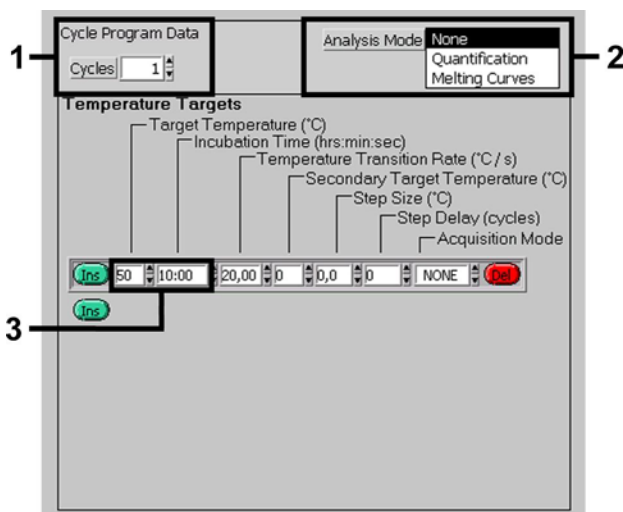

Fig. 3: Trascrittasi inversa dell'RNA.
Per rilevare l'RNA del WNV creare un profilo della temperatura sullo strumento *LightCycler* seguendo le quattro fasi operative riportate di seguito (vedi Fig. 3 — 6).
- A. Trascrittasi inversa dell'RNA Fig. 3